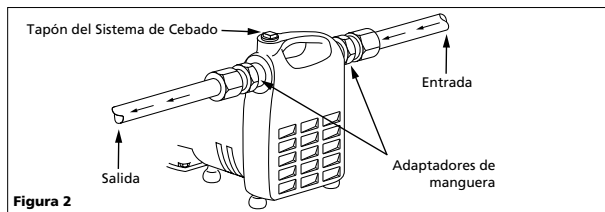

Figura 2
- La Figura 2 le indica cómo instalar la bomba. Los adaptadores con rosca se le suministran para que conecte mangueras para jardín cuando las condiciones lo permitan. Bajo ninguna circunstancia la bomba debe estar a más de 4,6 m (15 pies) de distancia (vertical u horizontal) de la entrada de suministro. Instale una válvula de pie cuando la bomba se vaya a colocar a más de 3,0 m (10 pies) de altura o cuando la línea de succión sea de más de 3,0 m (10 pies).